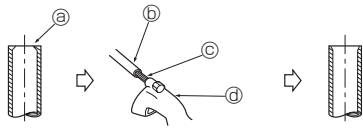

Fig. 5-4
5.2.2. Remoção das rebarbas (Fig. 5-4)